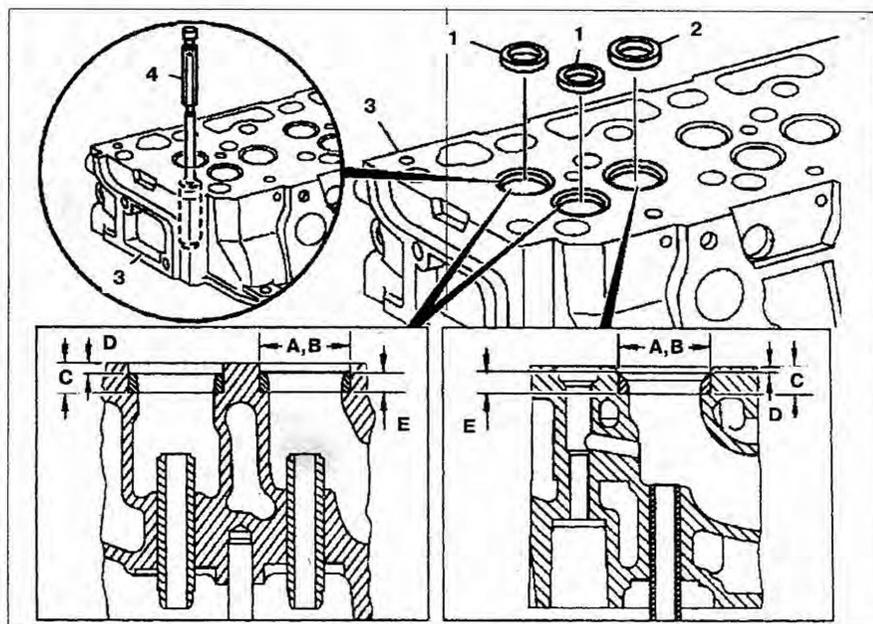

Рис. 3.13. Замена колец седел клапанов:
3. Проверьте внутренний диаметр направляющей втулки с помощью индикатора **4** (рис. 3.13).